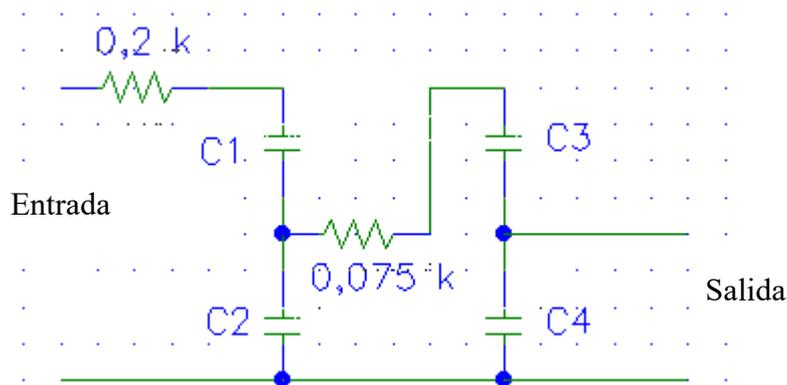

fig. 9.6
9.6. Con el fin de medir una señal cuyos tiempos de subida y bajada son de $1 \mu\text{s}$ y $5 \mu\text{s}$ respectivamente, y cuya amplitud es de 25 kV , se emplea el divisor de tensión que se indica en la fig. 9.6. Los valores de los capacitores $C1$ y $C2$ son, respectivamente, 300 pF y 40 nF . Como la salida que aparece en su lado de baja tensión (capacitor $C2$) es demasiado alta, se planea colocarle un atenuador de relación $10:1$, capacitivo, formado por dos capacitores, $C3$ y $C4$, cuyos valores son respectivamente 10 nF y 90 nF . En bornes del de 10 nF se colocará un osciloscopio cuya impedancia de entrada y modo de conexión son idénticos a los del utilizado en el problema **9.5**.